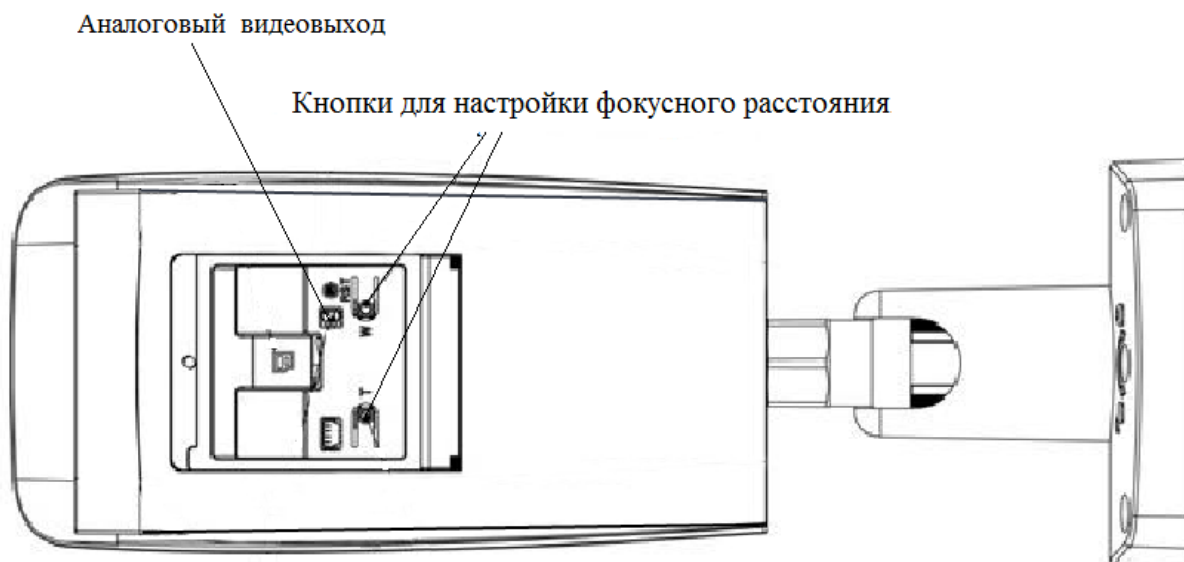

Рисунок 5
4.5 Камера оборудована моторизированным объективом, настройка фокусного расстояния и подстройка резкости предполагается через web-интерфейс камеры. При необходимости можно выполнить настройку фокусного расстояния вручную с помощью кнопок настройки на самой камере. Для этого предварительно подключите камеру к аналоговому монитору, используя соответствующий видеовыход на камере. (рис.5).